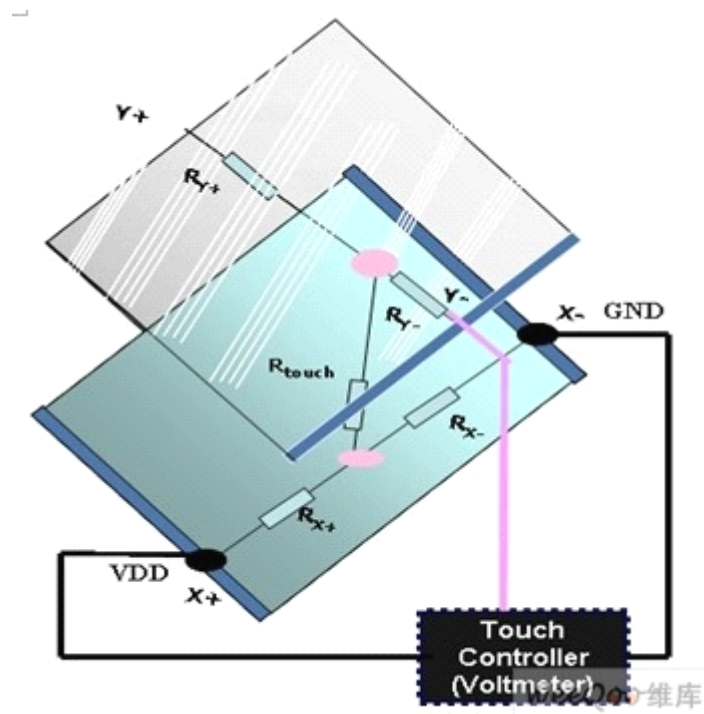

图 2:电阻式触摸屏:X 坐标测量:
6. 在触摸屏后，起到电压计作用的触摸控制器首先在 X+点施加电压梯度 VDD，在 X-点施加接地电压 GND。然后，检测 Y 轴电阻上的模拟电压，并把模拟电压转换成数值，用模数转换器计算 X 坐标(图2)。在这种情况下，Y-轴变成感应线。同样地，在 Y+和 Y-点分施加电压梯度，可以测量 Y 坐标。